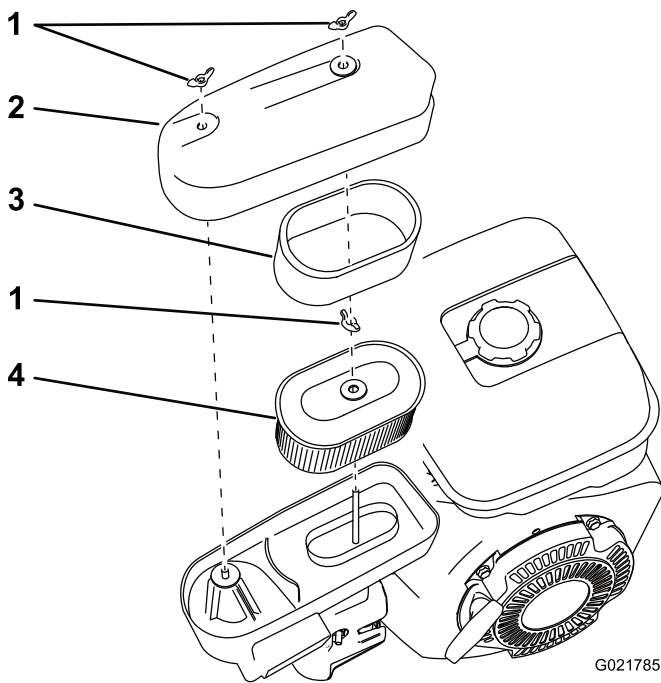

Figure 19
3. Retirez les écrous à oreilles de fixation du couvercle (Figure 19).
6. Déposez les éléments en mousse et papier de la base (Figure 19).
7. Sortez l'élément en mousse de l'élément en papier (Figure 19).